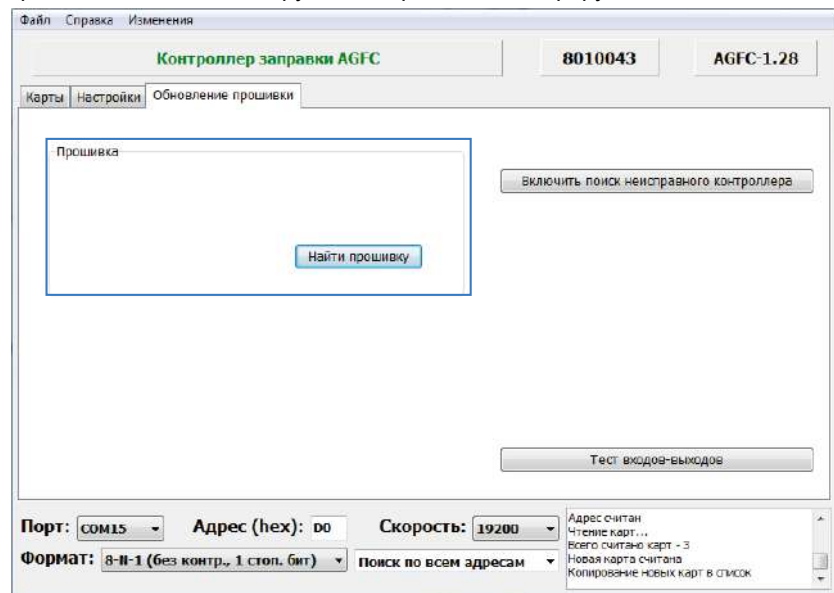

Рис.18. Обновление прошивки считывателя.
- в программе перейти на вкладку «Обновление прошивки» и нажать кнопку «Найти прошивку» (Рис.18). После этого пользователю будет предложено выбрать нужный файл прошивки. Файл прошивки должен иметь формат .egaw. Актуальную версию прошивки вы можете загрузить с официального форума ООО «ТехноКом».